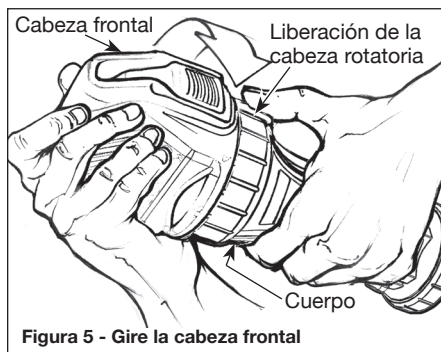

Figura 5 - Gire la cabeza frontal
2. Mientras sostiene la herramienta con una mano, use su pulgar para jalar el gatillo de cierre. Con la otra mano, gire la cabeza frontal. Use las flechas de alineación e la herramienta para centrarla con el perno de cierre. Vea la Figura 5.